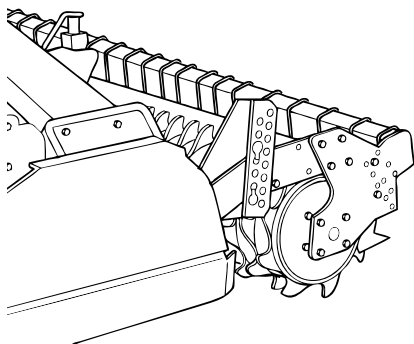

Fig. 12
- 1. Durch seitliche Stifte (Standard - Abb. 12). Diese Lösung gestattet es, neben der Einstellung der Tiefe auch eine hintere Walze mit Schwimmstellung zu erhalten (ideal beim Vorhandensein von Steinen).